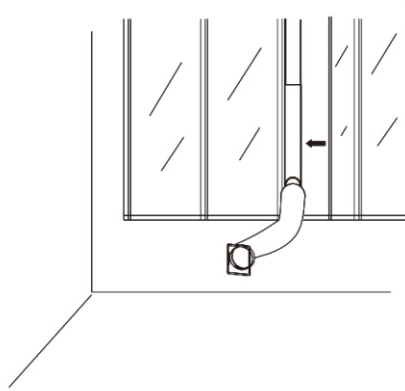

Fig.7
8. Installez le conduit d'évacuation d'air, le kit de fenêtre et leurs accessoires sur la fenêtre, puis fermez la fenêtre dans le sens de la flèche sur le schéma Fig7 afin de bien serrer le kit de fenêtre.